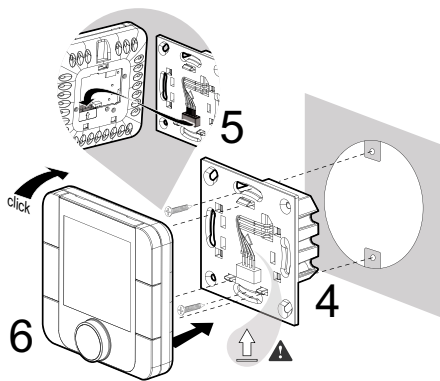

Fig. 6
- для моделей AT\*\*\*\*\*D\* крепление винтов показано на Рис.6 и 7;
- for models AT\*\*\*\*\*D\* insert the screws as shown in Fig. 6 and 7;